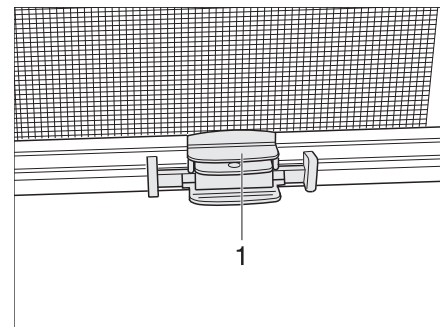

Bild 49 Rullgardin
- Ta tag i mitten på kantlisten (Bild 49,1) på insektsnätet och för den till mörkläggningsrullgardinens kantlist.
- Håll i kantlisten (Bild 49,1) på insektsnätet och aktivera låset.